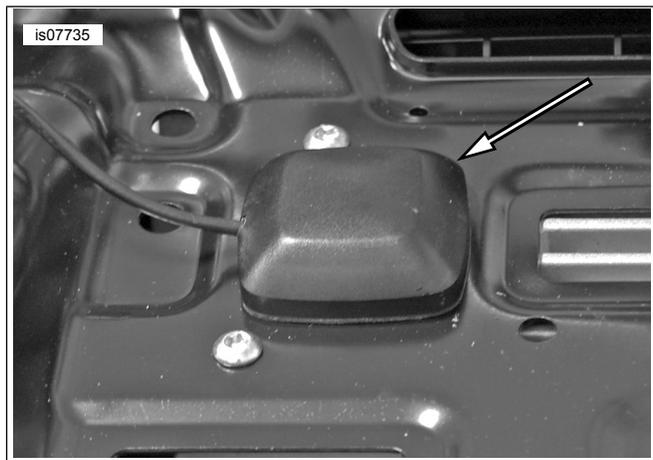

Figura 1. Canal de cables
6. Consulte la Figura 1. Retirar la cubierta del canal de cables.